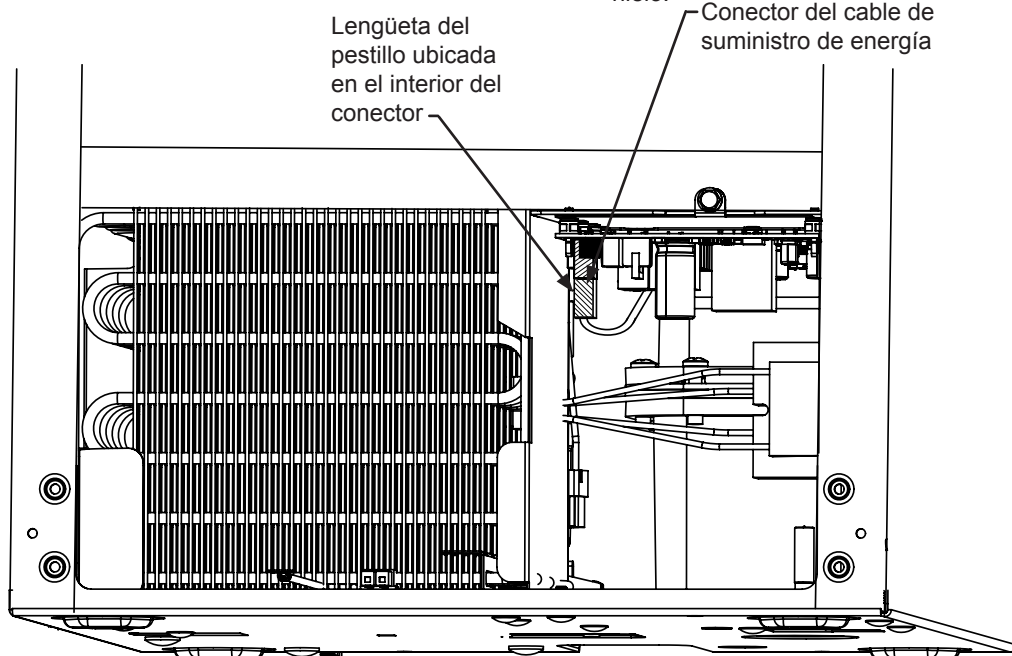

Figura 4
4. Remueva el conector del cable de suministro de energía de la tarjeta electrónica principal. Presione el pestillo en el interior del conector y hale para desenganchar el conector. Vea la Figura 4. Coloque el extremo del cable de suministro de energía con el conector dirigidos hacia la parte trasera de la máquina fabricadora de hielo.